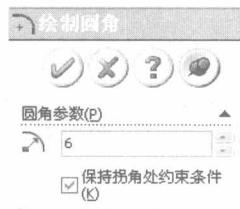
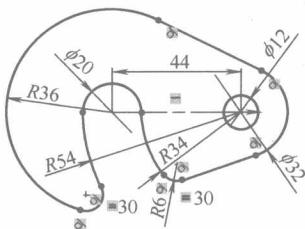
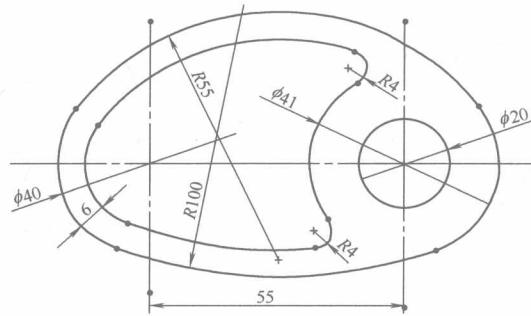

图 1-12
图 1-13
图 1-15 草图设计范例二
(7) 倒两处  $R6$  的圆角。单击 图标，打开“绘制圆角”对话框，如图 1-12 所示修改半径参数为“6”，然后选择要倒圆角的两个边，结果如图 1-13 所示。
(5) 倒两处  $R4$  圆角。单击 $\text{绘制圆角}$ 图标，打开“绘制圆角”对话框，如图 1-12 所示，修改半径参数为“4”，然后选择要倒圆角的两个边，结果如图 1-15 所示。